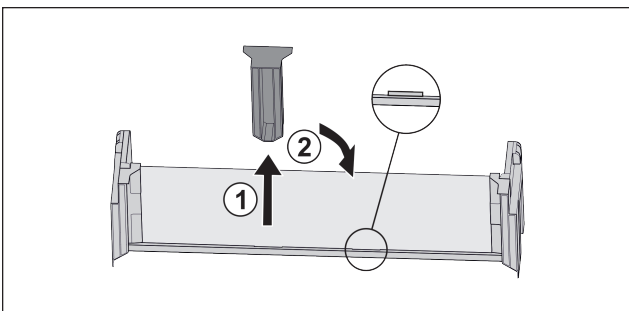

Fig. 30
- ▶ Витягнути середню деталь для підтримки Fig. 30 (1).
- ▶ Вставити середню деталь для підтримки на друге положення Fig. 30 (2).